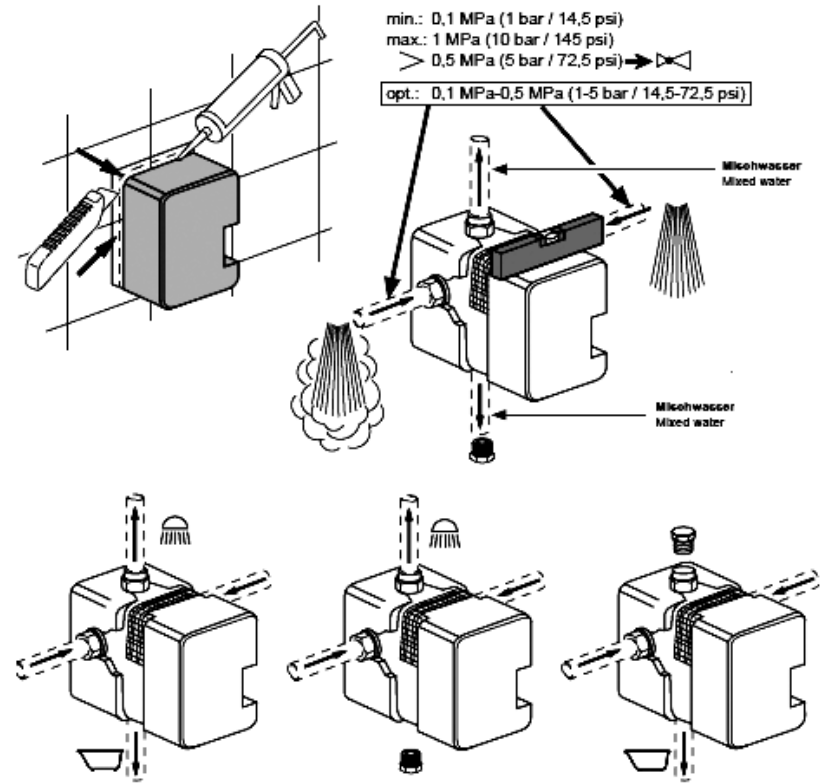

Abb.1.
1. Setzen Sie die mit einem Schutzkasten versehene Mischbatterie an die vorbereitete Stelle ein, wie in Abb. 1. Montagetiefe (Toleranz) ist mit „min“ und „max“ bezeichnet. Schliessen Sie die Mischbatterie ans Wasserversorgungssystem. Nehmen Sie den Schutzkasten ab (Abb. 1).